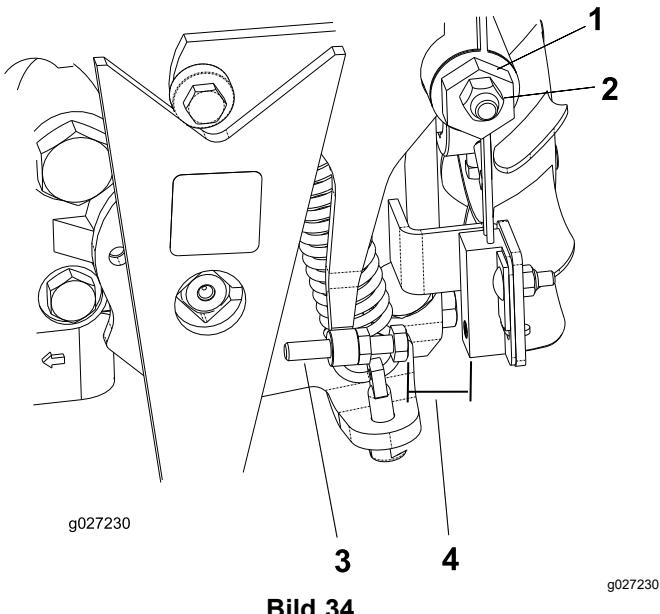

Bild 34
4. Lockern Sie die Sicherungsmutter an der Fahrantriebs-Einstellnocke (Bild 34).
5. Lassen Sie den Motor an und drehen das Sechskant (Bild 34) der Nocke in beide Richtungen, um die zentrale Stellung im Neutralbereich ausfindig zu machen.
3. Stellen Sie die Schraube ein, bis der Abstand  $\pm 0,8\text{--}2,3$  mm beträgt, siehe Bild 34.